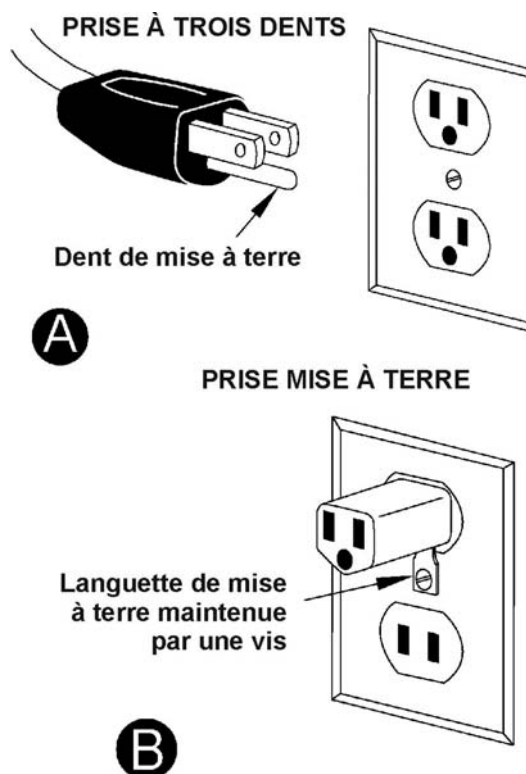

Figure 9
En vous référant à la figure 9 : À sa sortie d'usine, la mortaiseuse est prête à fonctionner sous 115 volts. Cette mortaiseuse est conçue pour fonctionner sur un circuit doté d'une sortie et d'une fiche semblable à celle illustrée en (A). Un adaptateur temporaire, semblable à celui illustré en (B), peut être utilisé pour connecter la prise à un réceptacle à deux pôles en cas d'absence d'une sortie convenablement mise à terre. L'adaptateur temporaire doit être utilisé jusqu'à ce qu'une prise convenablement mise à terre soit installée par un électricien qualifié. Cet adaptateur ne s'utilise pas au Canada. La patte, l'oreille ou la languette rigides de couleur verte qui ressortent de l'adaptateur doivent être connectés sur une terre permanente telle qu'une boîte de prise convenablement mise à terre.